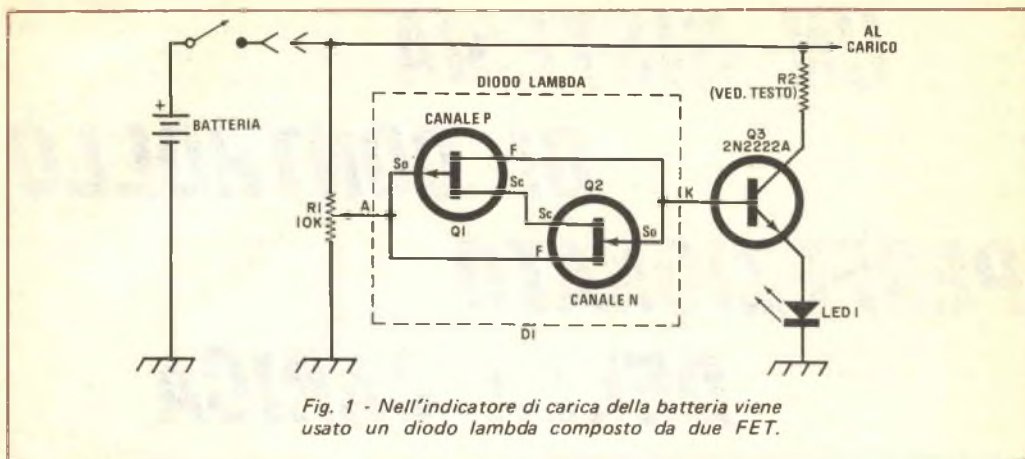

Fig. 1 - Nell'indicatore di carica della batteria viene usato un diodo lambda composto da due FET.
Una batteria al Ni-Cd composta da otto pile, per esempio, a piena carica avrebbe un potenziale d'uscita di 10,0 V, mentre quando fosse quasi completamente scarica avrebbe un'uscita di 8,4 V. Se il circuito di controllo con diodo lambda, rappresentato nella fig. 1, fosse disposto per scattare a 8,4 V, avremmo un utile indicatore dello stato di carica di un sistema di batterie al Ni-Cd.
Il diodo lambda a due terminali e resistenza negativa rappresentato entro il rettangolo tratteggiato nella fig. 1 è composto da un FET a canale n e da un FET a canale p (non esistono in commercio diodi lambda). Si noti che in questa configurazione vi sono soltanto due terminali che possono essere denominati "anodo" (A) e "catodo" (K).